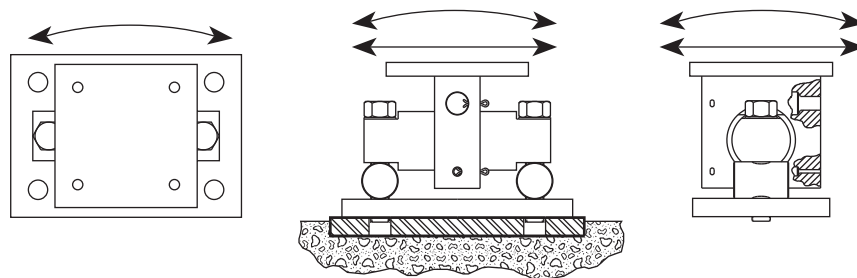

Figura 9-7. Módulo de pesaje EZ Mount 1
La Figura 9-7 ilustra el módulo de pesaje EZ Mount 1 con flechas que indican el movimiento permitido.
- Esta disposición permite que la silleta se mueva prácticamente en todas las direcciones, como se ilustra en la Figura 9-7, al tiempo que proporciona control en todas las direcciones.